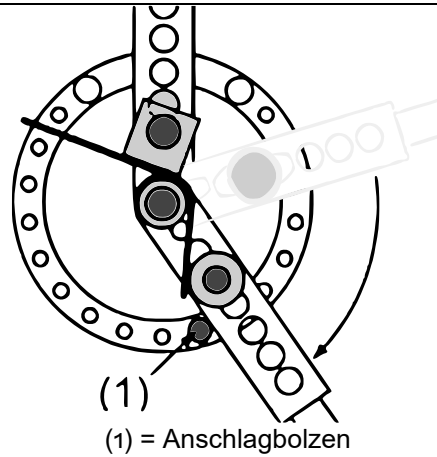

Abbildung 5: Durchführung des einfachen Radiusbiegens
5. Um den Biegebereich zu begrenzen, montieren Sie den Anschlagbolzen (11) in die entsprechende Bohrung im Außenring des Biegewinkels (Abb. 5).
6. Biegen Sie Ihr Werkstück, indem Sie den Griff zu sich ziehen (Abb. 5).